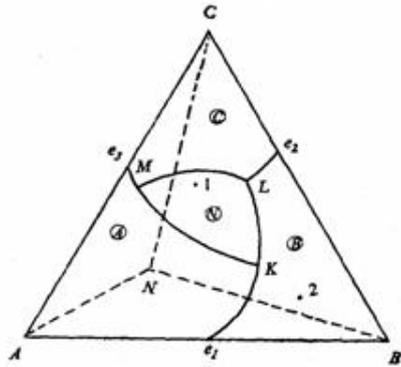

图6-12
6-24 图6-12所示为生成一个三元化合物的三元系统相图。(1) 判断三元化合物N的性质；(2) 标出界线上的温降方向(转熔界线用双箭头)；(3) 指出无变量点K、L、M的性质,并写出相平衡方程；(4) 分析点1、2的结晶过程,写出结晶过程的相平衡表达式。